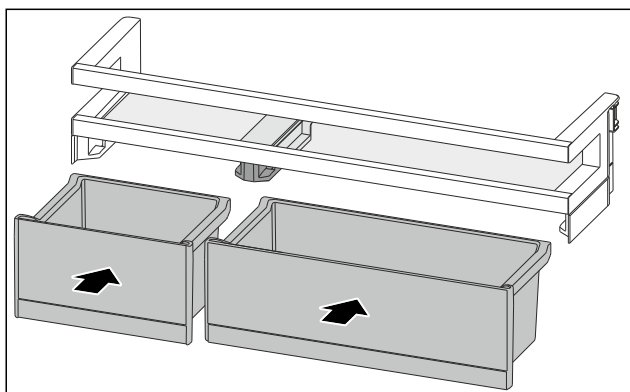

Fig. 91
- ▶ 排列互换后装入 VarioBox。[参见 Fig. 91]